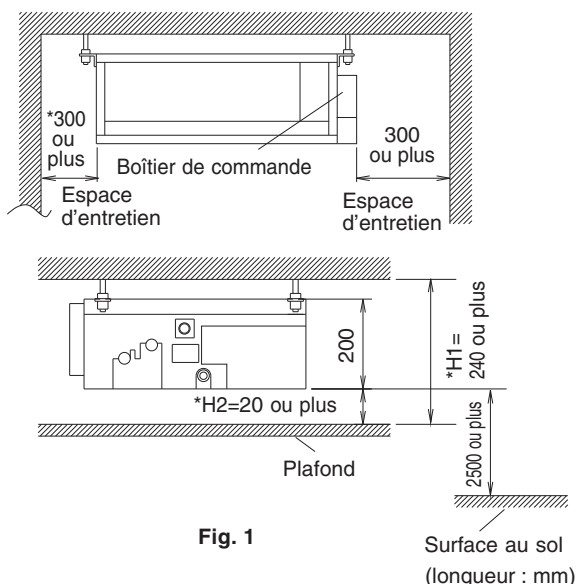

Fig. 1
- (1) Sélectionner un lieu d'installation où les conditions suivantes sont remplies et qui ait l'approbation du client.**
- Où un espace suffisant pour l'entretien et les réparations est assuré. **(Reportez-vous à la Fig. 1)**